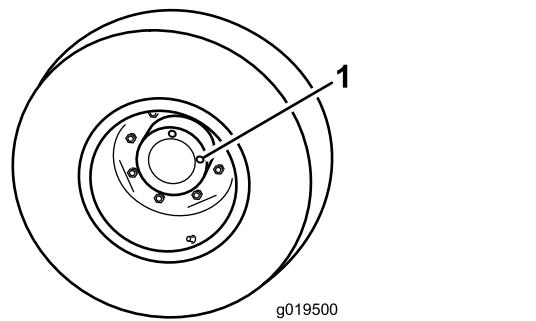

Figura 15
1. Con la máquina en una superficie nivelada, coloque la rueda con un tapón de verificación (Figura 15) en la posición de las 12 y el otro en la posición de las 3.
- Retire el tapón de la posición de las 3 (Figura 15). El aceite debe llegar a la parte inferior del orificio del tapón de verificación.